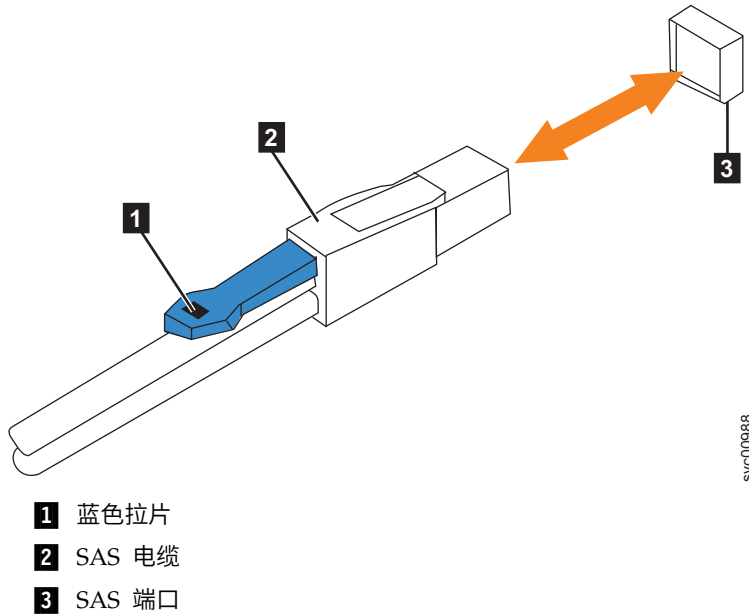

图 98. SAS 电缆接头的正确朝向
5. 确保 SAS 接口方向正确，如图 98 中所示。 蓝色卡口必须朝向机柜容器的顶部。